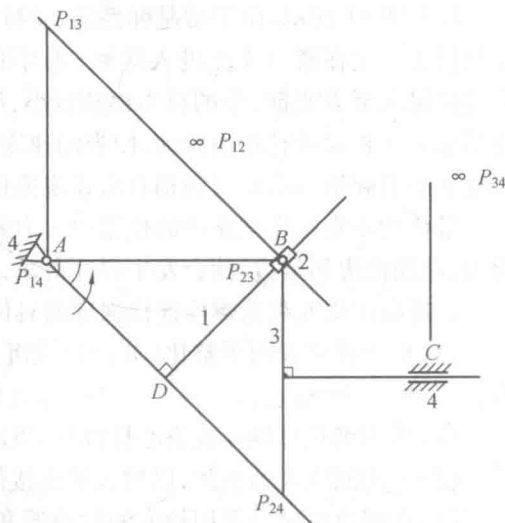

图 13
解 (1)(6分) 共有 $m = [n \times (n-1)]/2 = (3 \times 4)/2 = 6$ 个速度瞬心, 全部速度瞬心标注如图 13 所示。